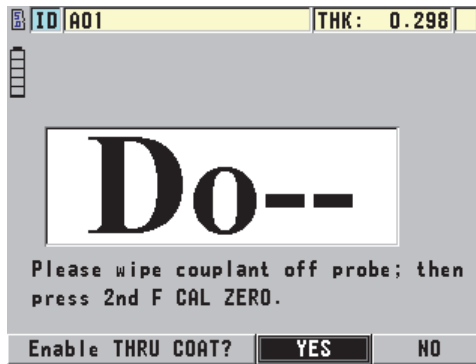

Figura 6-6 Abrir caixa de diálogo THRU-COAT SETUP
4. Pressione **[2nd F]**, **[CAL ZERO]** (**Do ZERO**) (ver Figura 6-6 na página 89).